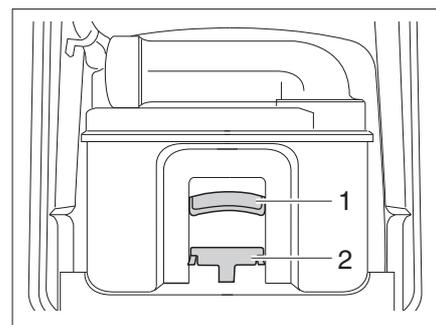

Fig. 146 Cassette Thetford
- Empujar el estribo de sujeción (Fig. 146,2) hacia delante para desbloquear el inodoro cassette y extraer el cassette con el tirador (Fig. 146,1).